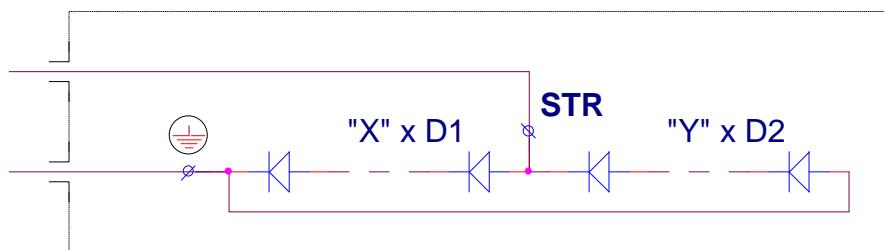

Bild 1
Eine einzelne Diode verfügt über eine asymmetrische Strom-Spannungscharakteristik. In Sperrichtung wird der Stromfluss bis zu einer Spannung ( $V_{\text{RRM}}$ ) von mehreren hundert Volt verhindert. In Durchlassrichtung kann ein Strom fließen, sobald die Schwellenspannung ( $U_s$ ) im Bereich von einigen hundert mV überschritten wird. Eine einzelne Diode kann demzufolge nicht als Abgrenzeinheit verwendet werden, da in Sperrichtung das Auftreten von gefährlichen Berührungsspannungen nicht verhindert werden kann. Indem aber mindestens zwei Dioden antiparallel geschaltet werden, wird die Sperrcharakteristik der Diode umgangen (Bild 1). Unabhängig von der Flussrichtung wird der Strom nun lediglich durch die Schwellspannung von einigen hundert mV unterbunden.
In vielen praktischen Anwendungen sind die Potenzialdifferenzen zwischen den getrennten Strukturen grösser als die Schwellenspannung einer einzelnen Diode. Es ist daher üblicherweise notwendig durch Serie Schaltung der Dioden entsprechend Bild 1 die Schwellenspannung der Abgrenzeinheit (AGE) zu erhöhen. Die Schwellenspannung ergibt sich aus der Anzahl (X und Y in Bild 1) der Dioden multipliziert mit der Schwellenspannung der einzelnen Diode gemäß Gleichung (1) wie folgt:
Wenn die Potenzialdifferenzen zwischen den getrennten Strukturen bekannt und zeitlich konstant sind, kann es ausreichend sein, sogenannte asymmetrische Konfigurationen zu verwenden. In diesem Fall werden in die gewollte Sperrichtung mehrere Dioden in Serie geschaltet. In die entgegengesetzte Richtung wird lediglich einen einzelne oder eine geringere Anzahl Dioden Y eingesetzt (Bild 1). Bei den asymmetrischen Dioden ist zu beachten, dass es bei einem Wechselstromfluss über die Abgrenzeinheit zu einer Polarisation der beiden getrennten Strukturen kommt. Dies kann verhindert werden, indem parallel zur Diodenabgrenzeinheit ein Kondensator geschaltet wird.